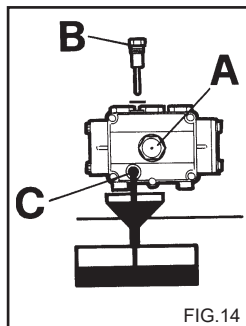

FIG. 14
- 2) Открутите пробку с шупом (Рис. 14).